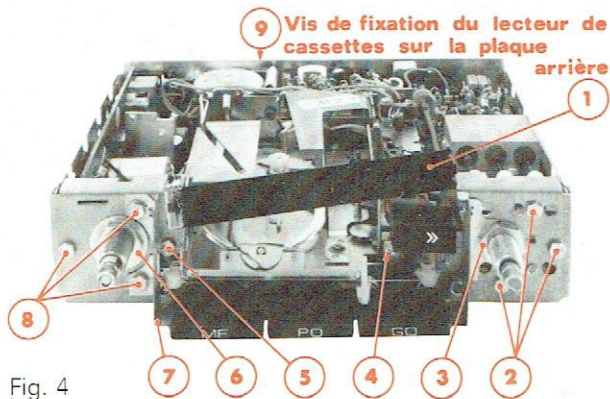
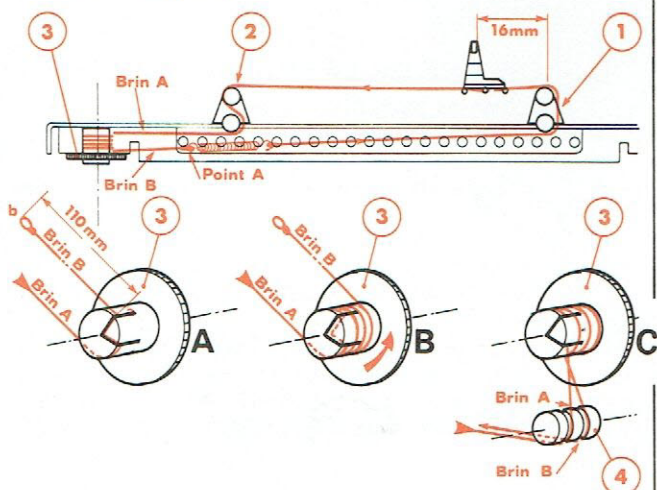

Fig. 4
Fig. 5
E – DEPOSE DU LECTEUR DE CASSETTES (fig.4)
F – REMPLACEMENT DU CORDONNET D'ENTRAINEMENT (fig.4) (fig.5)
- 1° Déposer la face avant de l'appareil (fig.4). Pour cela :
- c-Déboîter le réflecteur (1).
- d-Retirer les vis de fixation (2), (4), (5) et (8).
- e-Enlever les écrous (3) et (6).
- f-Dégager le support (7) du réflecteur (1).
- 2° Prendre un cordonnet d'une longueur de 350 mm et accrocher l'une de ses extrémités au ressort de tension (fig.5).
- 3° Accrocher l'extrémité libre du ressort au point (A) de la face avant (fig.5).
- 4° Passer le cordonnet dans les guides (1), puis (2) (fig.5).
- 5° Retirer la poulie (3) et la maintenir en regard de son axe.
- 10° Détacher le ressort du point (A) (fig.5) et accrocher son extrémité libre à celle du cordonnet.
- 11° Monter et coller l'aiguille sur le cordonnet à 16 mm du guide (1) (fig.5).